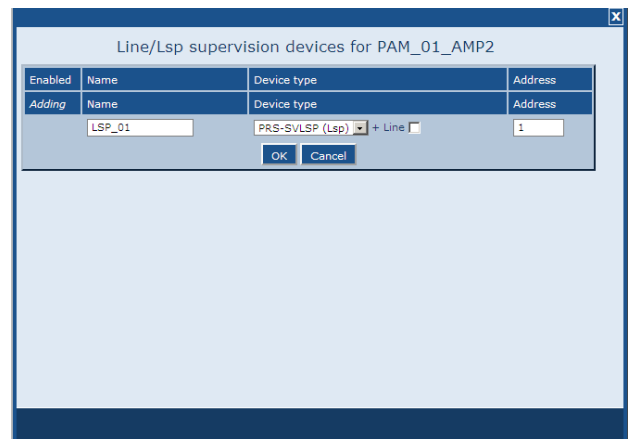

Abbildung 43.16: Überwachungsgerät hinzufügen, Schritt 3
- 3 Geben Sie die Daten des Überwachungsgeräts ein (in Abbildung 43.16 ist ein entsprechendes Beispiel abgebildet).
- Geben Sie die dem Überwachungsgerät zugeordnete Adresse im Feld *Address* (siehe Abbildung 43.16) ein.